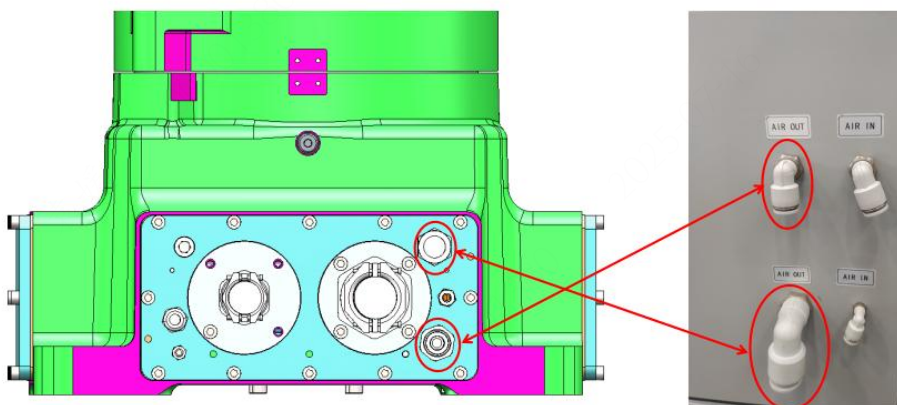

图 4.9.9 防爆柜气体回路连接图
(3) 出气接口 $\Phi 10$ 快换接头连接到直径为10毫米的气管，该气管再与机器人底部的 $\Phi 10$ 快换接头相连；如图4.9.9；
(4) 出气接口 $\Phi 16$ 快换接头连接到直径为16毫米的气管，该气管再与机器人底部的 $\Phi 16$ 快换接头相连，如图4.9.9。